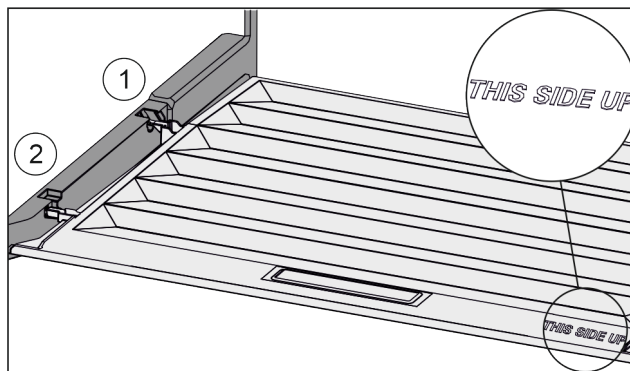

Fig. 37
- ▶ Introduceți nervura capacului prin orificiul suportului posterior Fig. 37 (1) și înclicetați-l în față în suport Fig. 37 (2).